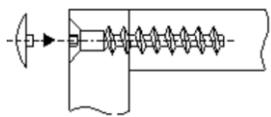

Рис.4 Схема установки евровинта
5. Соединить стенки горизонтальные поз. 4,5 со стенкой вертикальной поз. 3 евровинтами (рис.4).